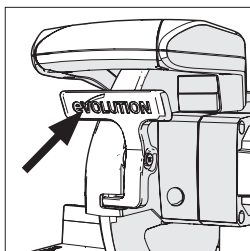

Fig. 18
- Druk op de onderste beschermhendel om het zaagblad los te laten. (**Fig. 18**)